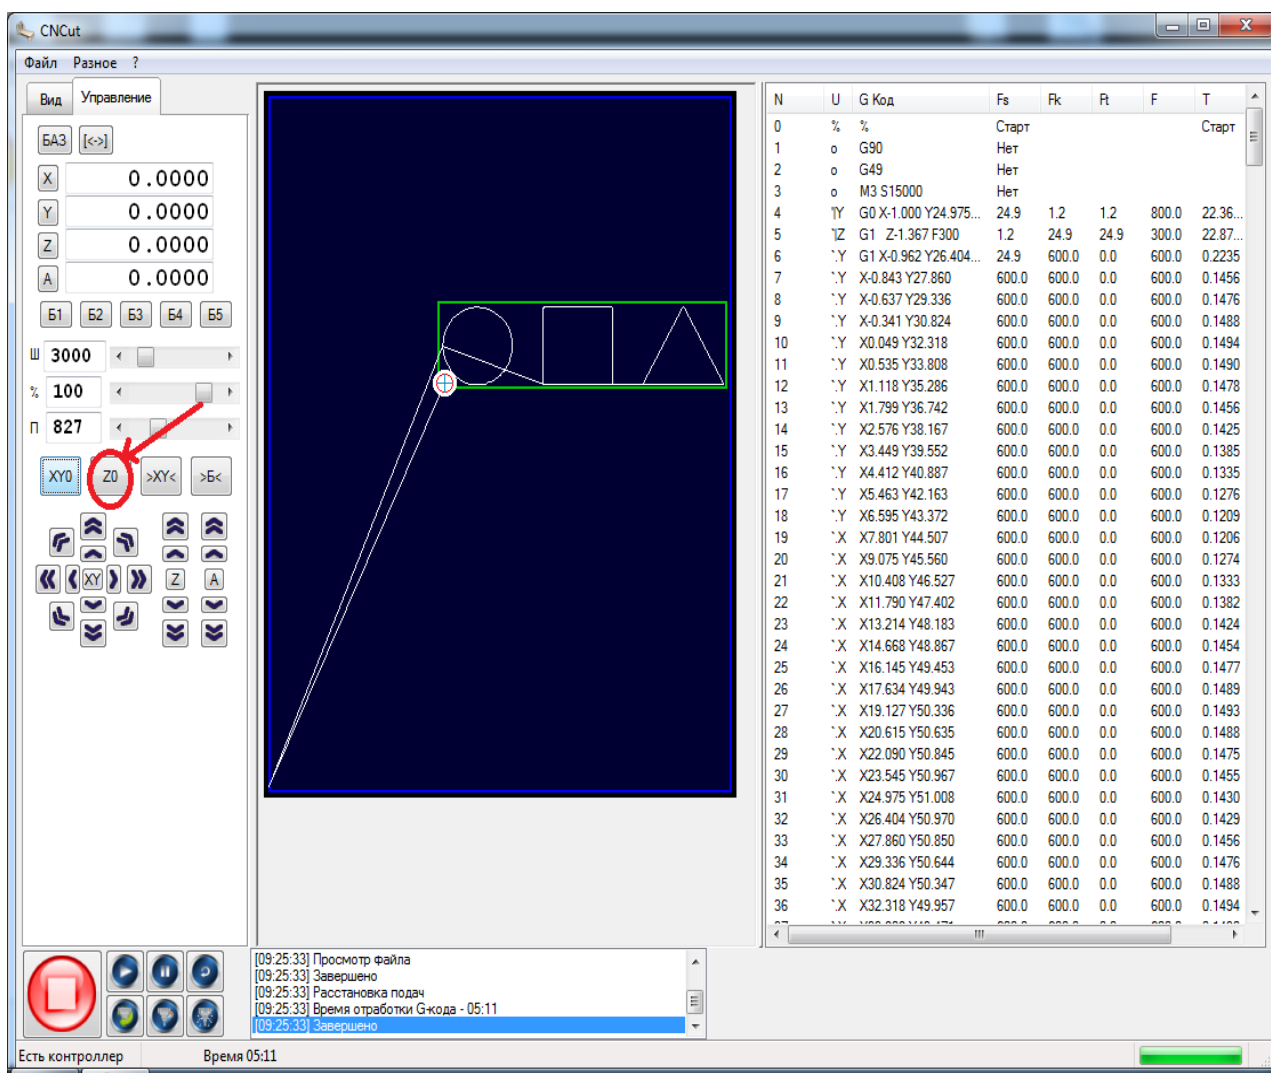

Рисунок 62. Базовая точка по Z
67. Определите ноль по Z. Коснитесь фрезой материала и нажмите на кнопку «Z0». «Ноль» по оси «Z» будет установлен относительно текущего положения фрезы. Значение координаты по Z- обнулится, рисунок 62